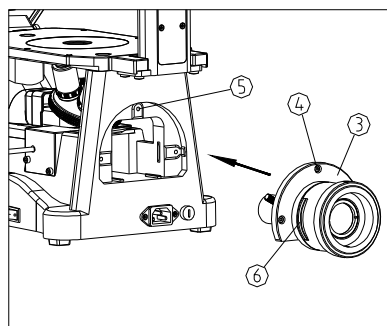

图 7
- (2) 将荧光装置连接体③插入基座后盖孔⑤上面,使固定螺钉④对准基座上的螺孔⑤,然后用 M4 内六角扳手将 3 颗固定螺钉锁紧。(如图 7)